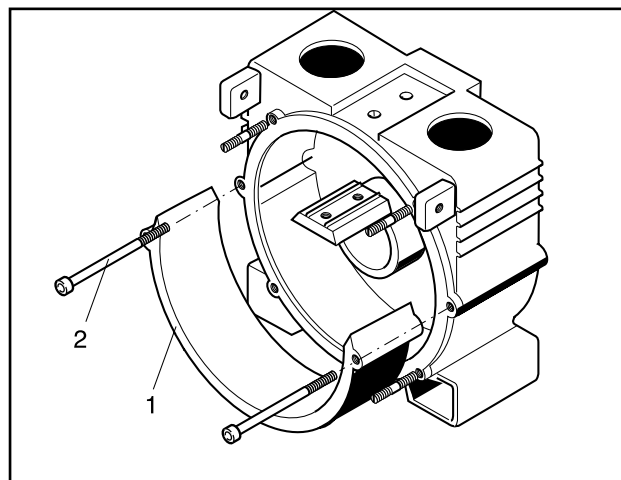

Fig. 21 Desmontaje del cojinete de empuje
2. Desenrosque los dos tornillos del cojinete de empuje (n.º de pieza 1020, Fig. 13) y levante el cojinete para sacarlo de la carcasa (Fig. 135, Fig. 21).